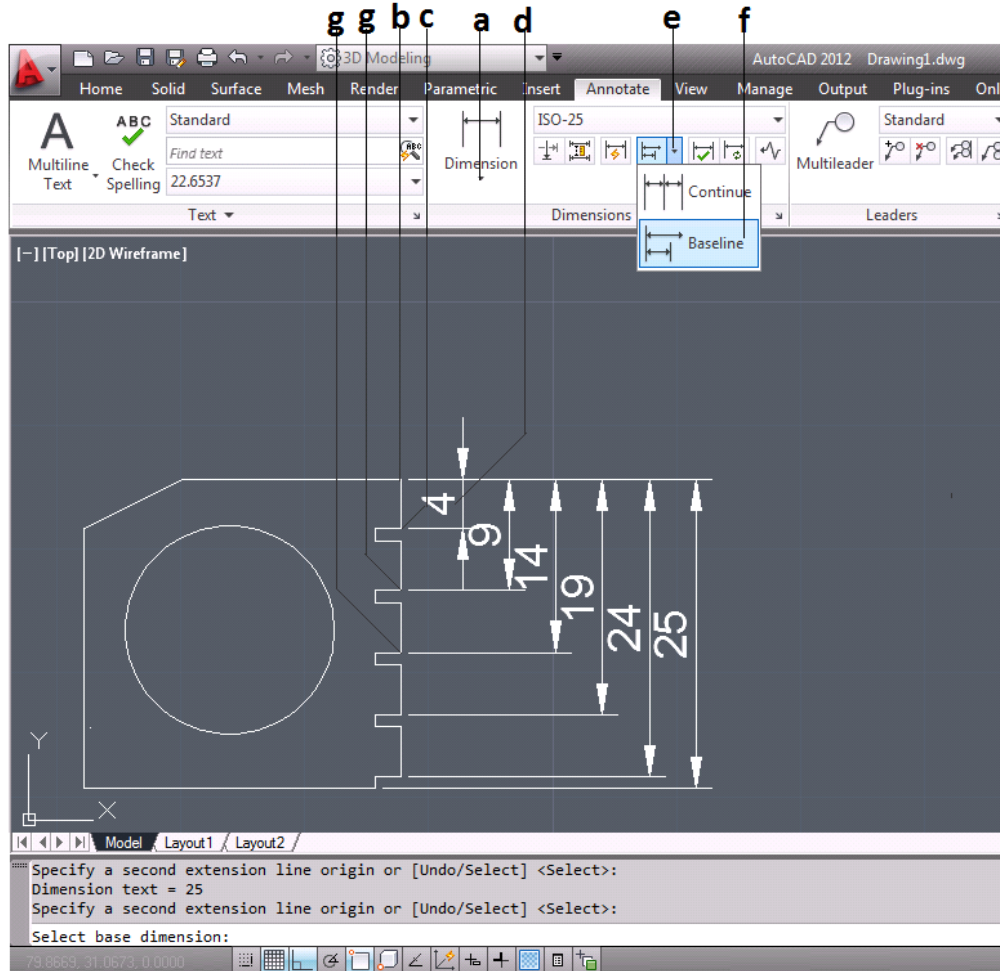

Figura 3.74 Acotado “Base”
- Se selecciona la herramienta Linear [Linear] de la lista de tipo de cotas (figura 3.74).
- Se selecciona el primer extremo de la línea, para indicar la 1ª coordenada (figura 3.74).
- Se selecciona el segundo extremo de la línea, para indicar la 2ª coordenada (figura 3.74).
- Con el puntero se indica donde se localizara la cota (figura 3.74).
- Se da clic en la flecha para desplegar sus opciones (figura 3.74).
- Se selecciona la opción Línea Base [Baseline] (figura 3.74).
- Se selecciona el vértice de las líneas de extensión (figura 3.74).